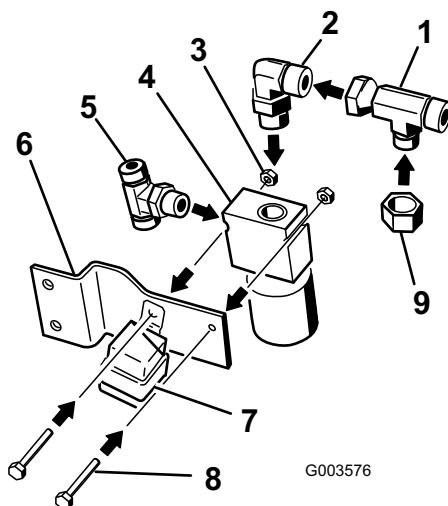

図 11
1. 各フィッティングは図に示すような角度で取り付けてください。バルブの側面にT字フィッティングを取り付ける。図 11を良く見て正しいT字フィッティングを使うこと。
2. バルブ上部に90度エルボ（小）を取り付ける（図 11）。
3. 取り付けした90度エルボに、Tアダプタを接続する。図 11を良く見て正しいT字フィッティングを使うこと。
4. Tアダプタにキャップを取り付ける（図 11）。
6. ボルト 2本 (1/4 x 1-3/4 in) とナット 2個 (1/4 インチ) を使って、エンジンにポンプ・ブラケットを取り付ける（図 11）。